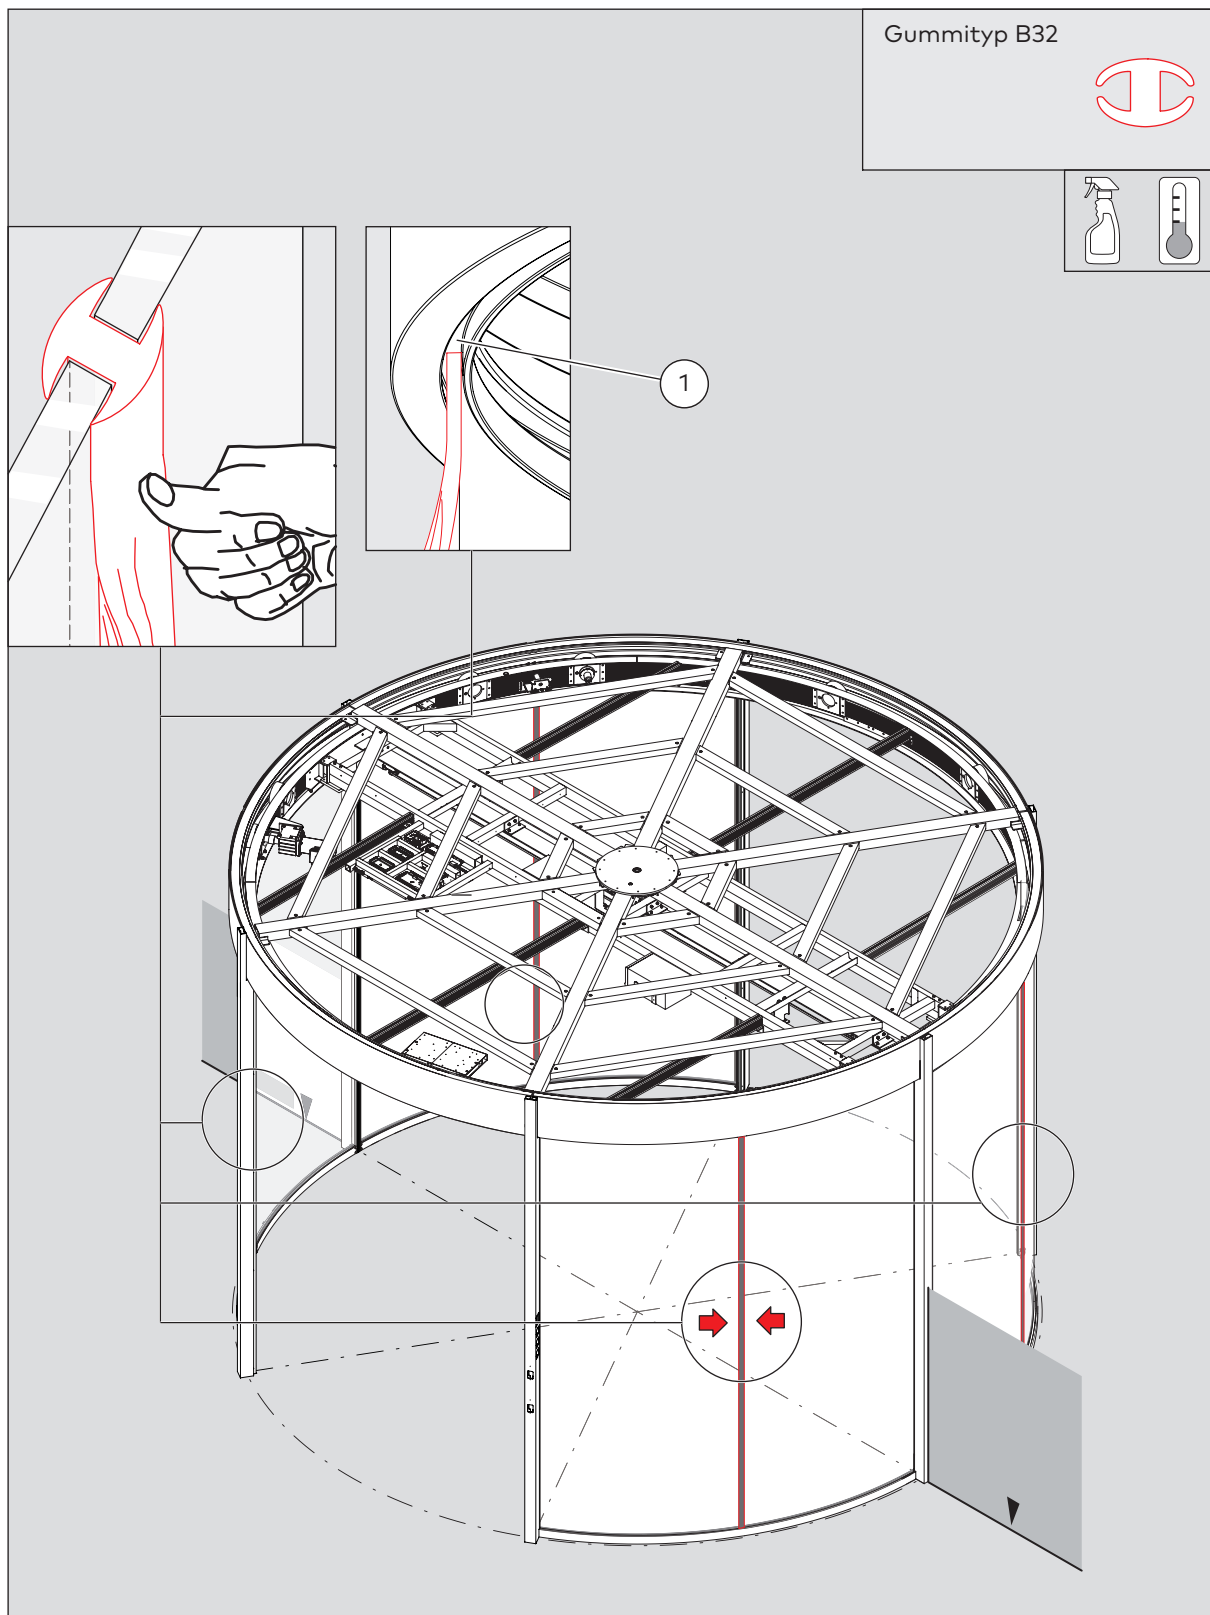

Abb. 63 Montage der Gummiabdeckungen $D \leq 4800$
3. Sicherstellen, dass die Gummiabdeckung in die Nut (Abb. 63/1) des oberen und unteren Profils eingeführt ist.